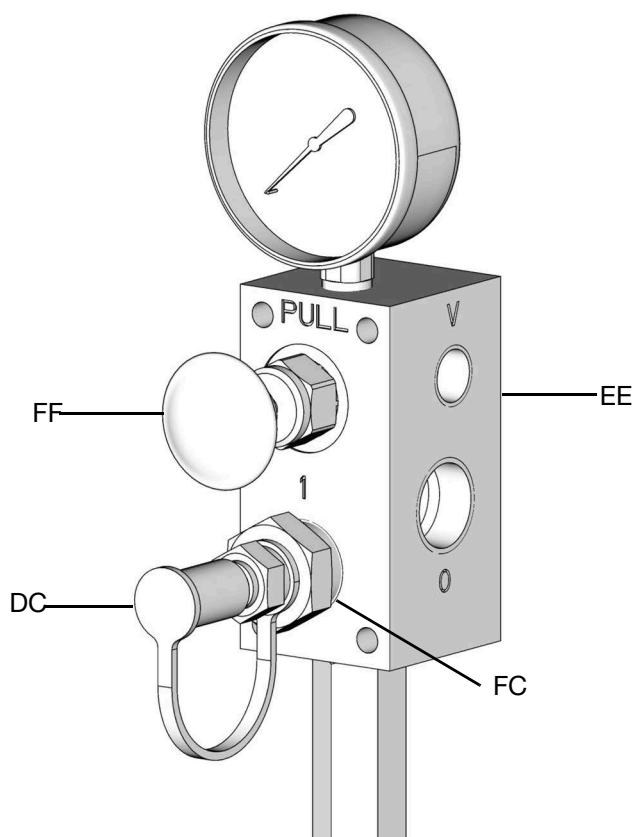

図 15
3. ダストカバー (DC) を充填バルブ (EE) の充填カバー (FC) から取り外します (図 15)。
4. リモート充填ステーションポンプ (AA) と「I」のマークの付いている充填カプラー (FC) ポートの間に供給ホース (JJ) を接続してください (図 15)。
7. リモート充填ステーションポンプ (AA) をオフにしてください。
8. 充填バルブ (EE) と自動充填シャットオフバルブ (V) の間、ならびにリモート充填ステーションポンプ (AA) と充填バルブ (EE) の間のライン圧が解放されるまで、充填バルブ圧力開放ノブ (FF) を引き続けます。
9. 圧力開放ライン (DD) からの圧力のベントのために、容器に集められたグリースは、次の地域の法規制で廃棄する必要があります。
10. 充填カプラー (FC) から充填ライン (GG) を切断します (図 15)。
11. 充填カプラー (FC) 上のダストカバー (DC) を交換します。